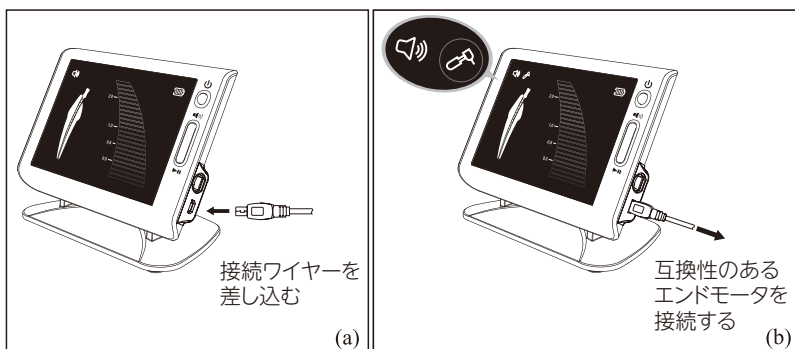

図10
- 3.3.1 USBラインの先端を本体右側にあるUSB差込口に差し込み、(図10 (a)) に示すように、もう一方の先端を互換性のあるエンドモーターに接続します。これら2つの先端の使い分けはありません。図10 (b) に示すように、コントラアングルのマークが点灯していれば本機とエンドモーターは正常に通信していますので、エンドモーターの2-in-1機能が可能です。